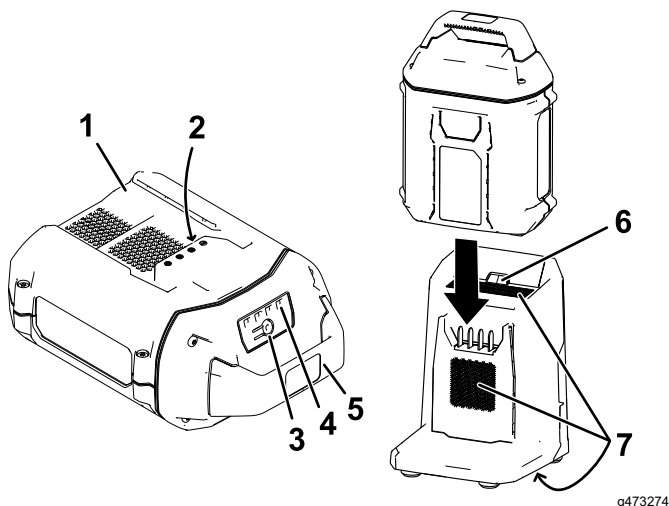

Bild 20
2. Fluchten Sie das Loch im Akkupack (Bild 20) mit der Zunge am Ladegerät aus.
3. Schieben Sie den Akkupack in das Ladegerät, bis es einrastet (Bild 20).